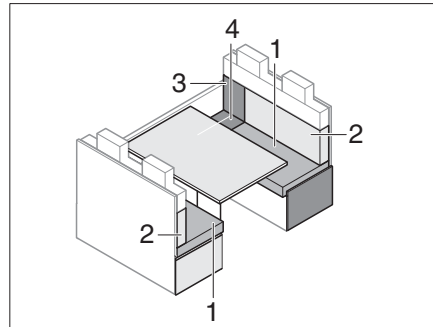

Fig. 180 Antes de la transformación
- Quitar el cojín del respaldo (Fig. 180,2) y ponerlo al lado.